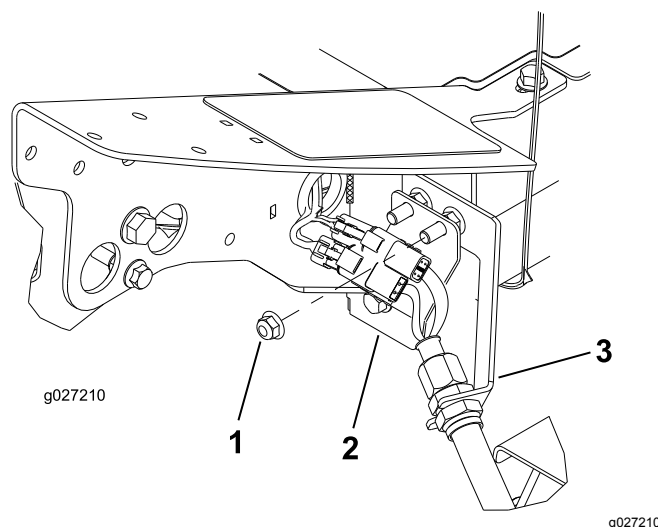

Рисунок 12
1. В переднем левом углу рамы (расположение режущего блока № 4) отверните дополнительную фланцевую гайку с болта крепления кронштейна перегородки к машине (Рисунок 12).
3. Установите соединительную планку на монтажные болты перегородки в таком положении, как показано на Рисунок 12.